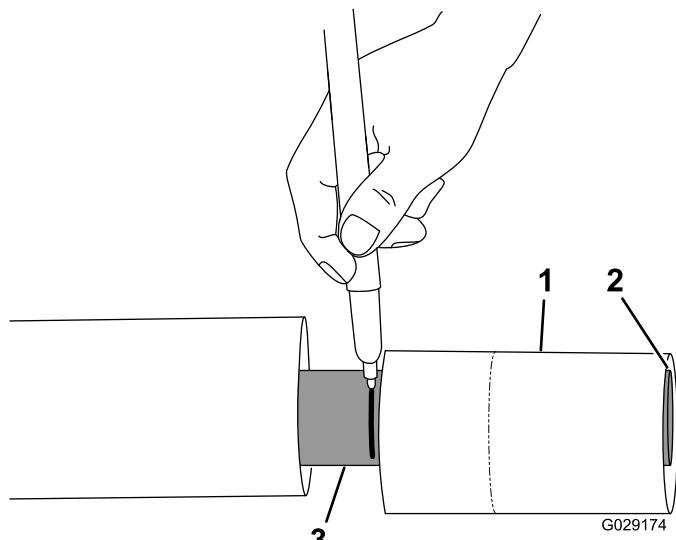

Bild 18
6. Verwenden Sie einen abgeschnittenen Teil der Schutzvorrichtung als Vorlage und markieren Sie eine Schnittlinie vom Ende jeder Welle (Bild 18).